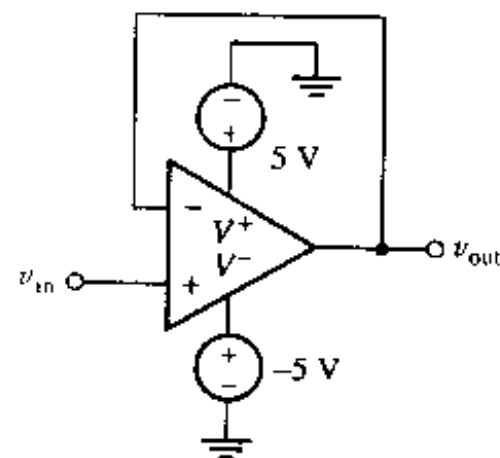

图 6.51
40. (a) 用 PSpice 在 $-10\text{ V} \leq V_m \leq 10\text{ V}$ 的范围内对图 6.51 所示电路进行仿真,运放采用 μA741 ,使用指针工具,确定运放开始饱和时电压的精确值;(b) 在连续的短路情况下,实际 μA741 运放能够提供 35 mA 的电流。确定 PSpice 模型所允许的最大可能短路电流。